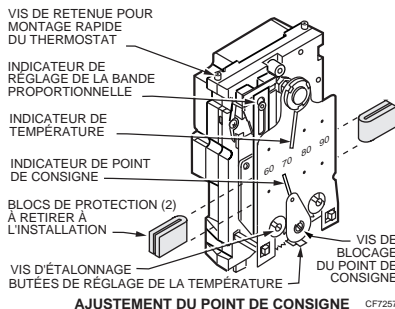

Fig. 6. Thermostat TP970 sans couvercle.
8. Retirer les blocs de protection (Fig. 6).